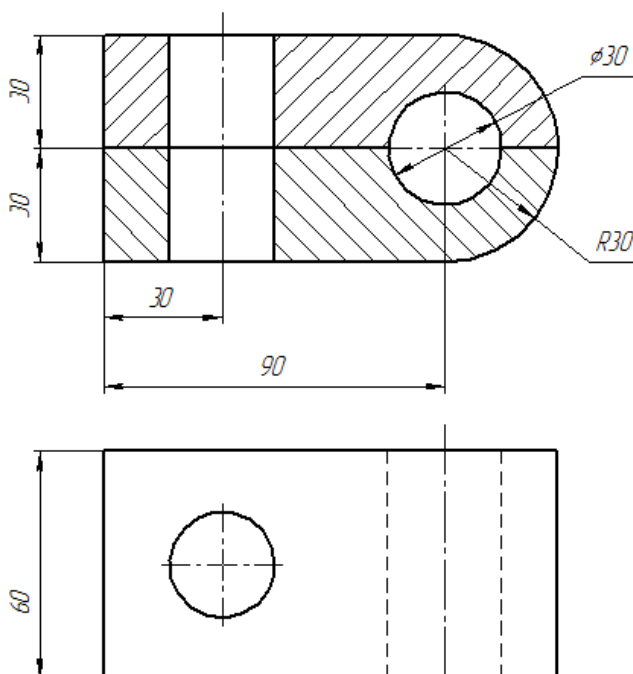

Рисунок 1.
1. Выполнить на формате А4, М 1:1 главный вид в разрезе и вид сверху (рисунок 1).
2. Выполняем чертеж скрепляемых деталей (рисунок 1).